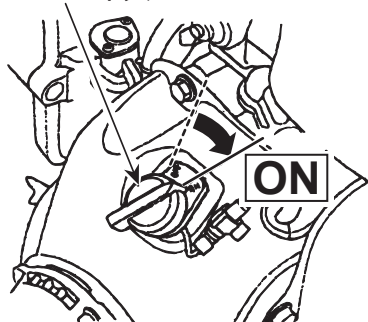

図 6
2. ON-OFFスイッチを「ON」の位置にします。(図6)